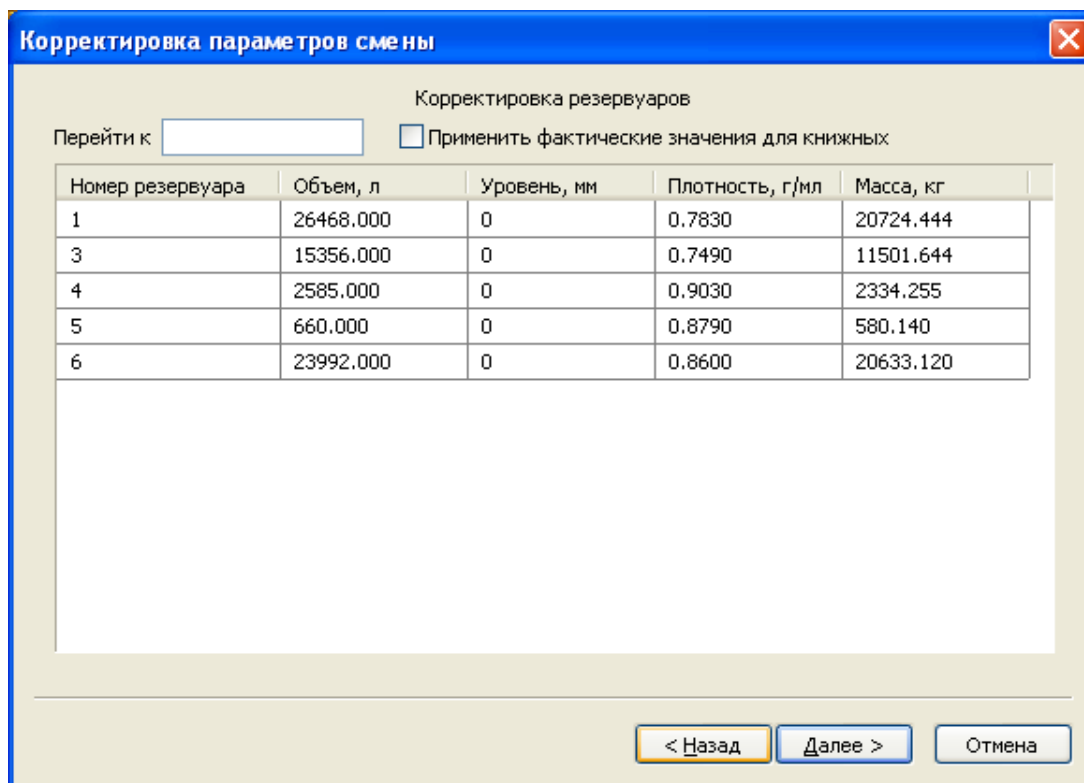

Рисунок 11.2– Мастер Корректировок
3. Внести фактические данные по резервуарам и нажать кнопку «Далее» (рисунок 11.2)